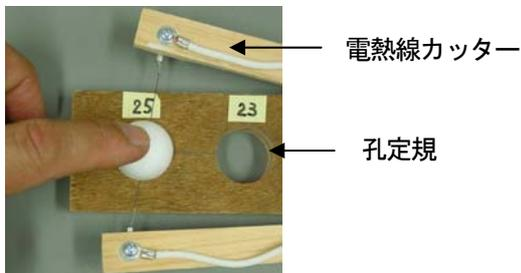

図4 発泡スチロール球の切断
(2) 発泡スチロール球を切る
① H原子は孔定規の 25mmφ, C原子とO原子は 23mmφ の穴にはめ、電熱線カッターを孔定規にゆっくり沿わせて切る* (図4)。